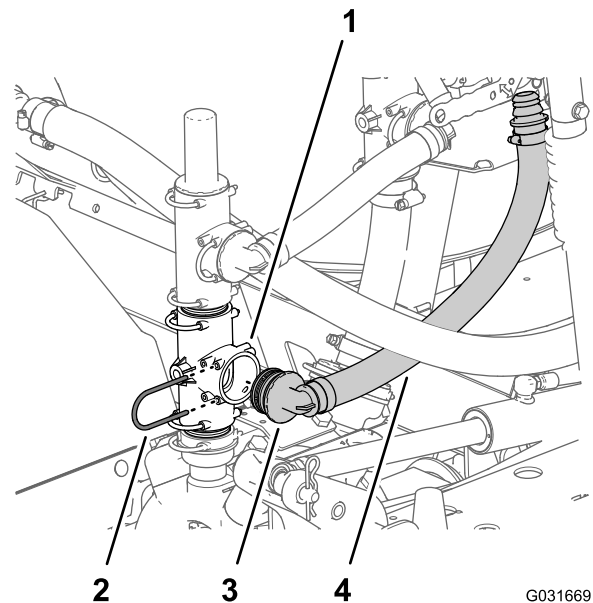

Figure 11
2. Fixez le raccord à 90° au raccord en T sur la pompe de pulvérisation avec l'étrier (Figure 11) que vous avez retiré à l'opération 1 de Repositionnement du clapet de décharge et du raccord en T supérieur (page 5).
1. Alignez l'autre raccord à 90° du flexible d'alimentation et l'orifice ouvert du raccord en T inférieur sur la pompe de pulvérisation, puis insérez le raccord à 90° jusqu'à ce qu'il soit parfaitement engagé (Figure 11).